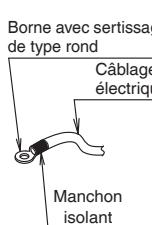

Fig. 25
- Isolez également la partie à sertir en installant un manchon isolant (à se procurer sur place). (voir la Fig. 25)